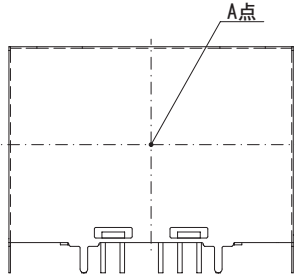

図7.10 強制通風時の温度測定箇所 (ケース印字面)
■強制通風時 (1m/s) は、図7.10のA点の温度が95°C以下となるように通風して、ご使用ください。